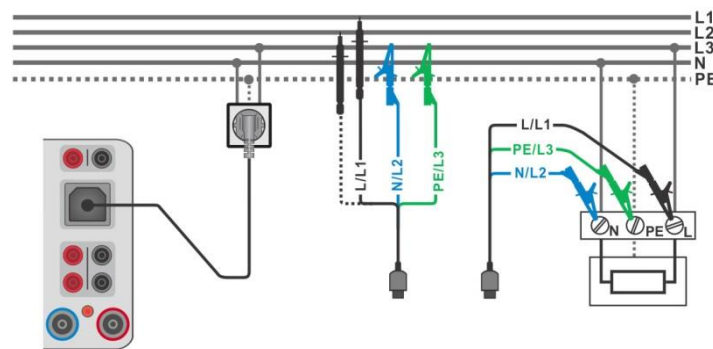

Abbildung 6.75: Phase-Neutraleiter- oder Phase-Phase Messung der Leitungsimpedanz - Anschluss des Commander-Prüfsteckers und den 3-Leiter Prüfadapter
- Verbinden Sie das 3-drahtige Prüfkabel oder das Steckerprüfkabel mit dem zu prüfenden Objekt, siehe **Abbildung 6.75**.